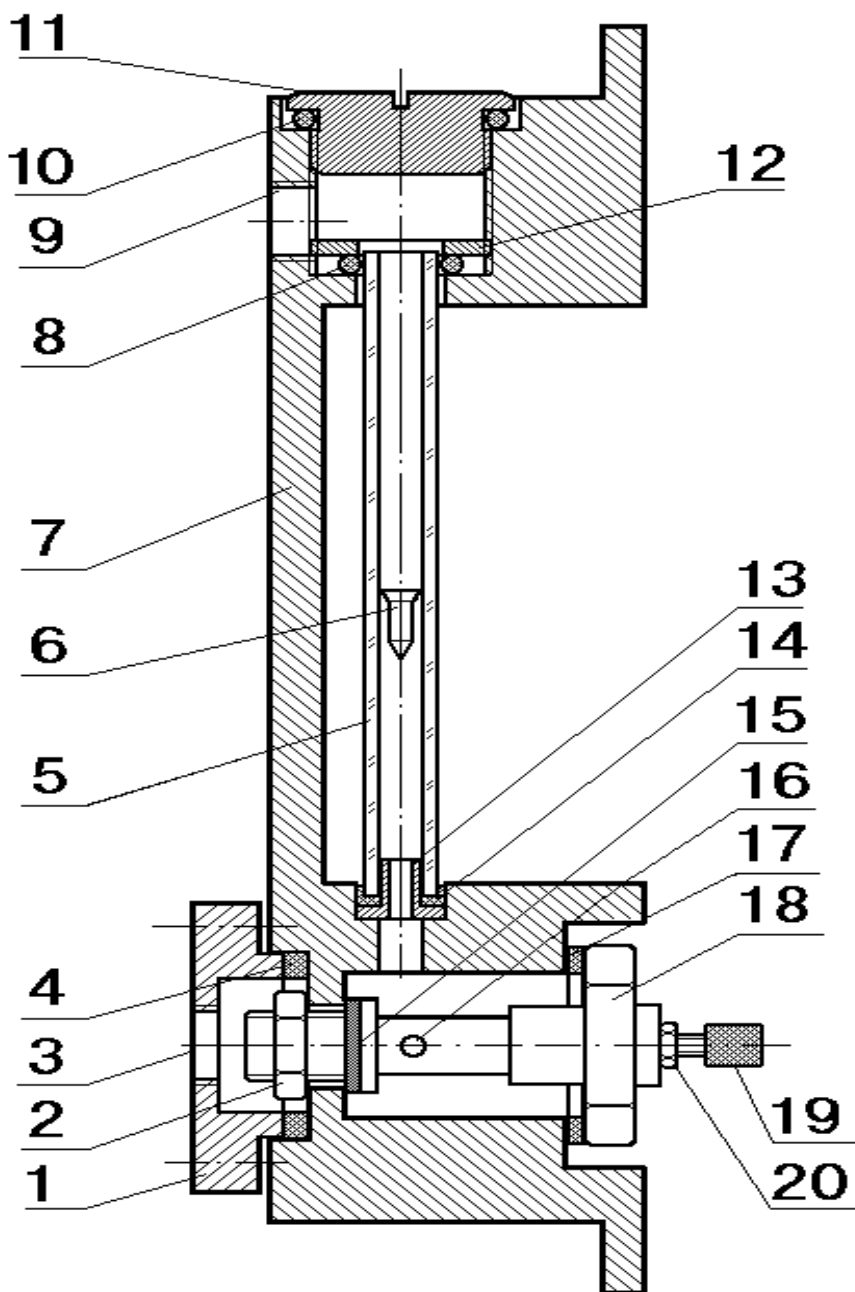

Рис. 3. Устройство ротаметра
В качестве запирающего устройства ротаметра используется пневдороссель фирмы Samozzi (18 на рис. 3). Пневмороссель является неразборной конструкцией. Воздух поступает из коллектора в отверстие в торце дросселя, проходит через седло с запорной иглой и выходит через отверстие (16) в боковой поверхности дросселя. Регулировка дросселя осуществляется с помощью маховичка (19) запорной иглы. При необходимости положение иглы можно зафиксировать с помощью конргайки (20).